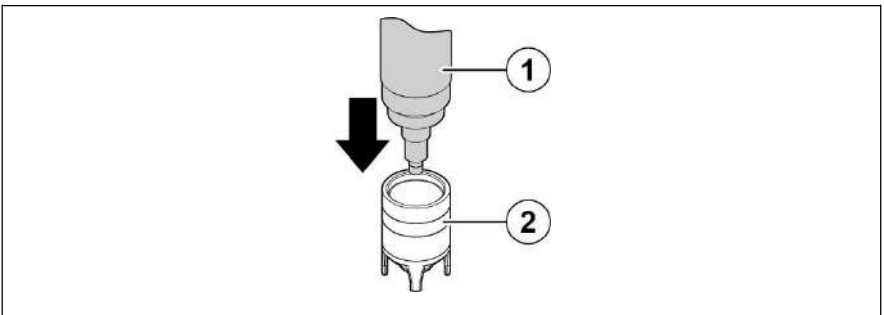

Fig. 5: Размещение корпуса датчика на крышке датчика
- ▶ При завинчивании мембранной крышки убедитесь, что клапан не закрыт (см. Рис. 5, стр. 18).